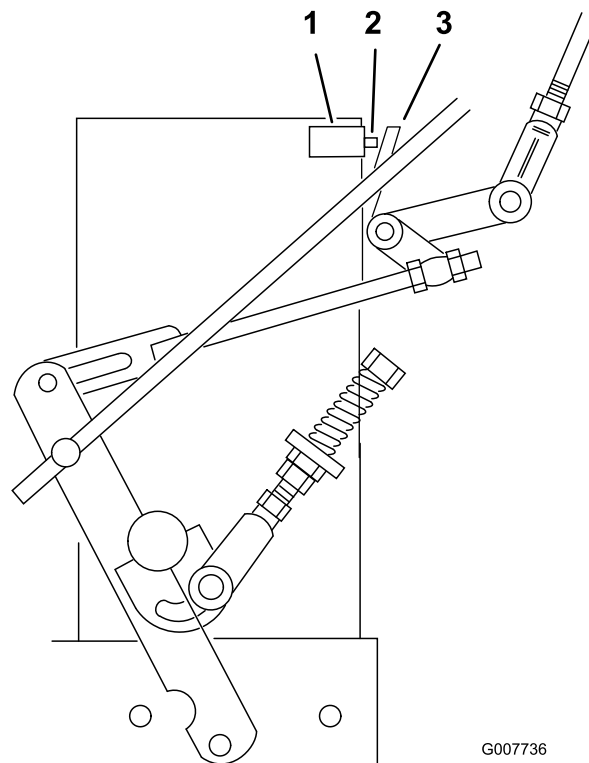

Bild 30
7. Stellen Sie sicher, dass der Sicherheitsschalter eingedrückt ist und ein Abstand von 8 mm zwischen der Auslösernase und dem Schalter besteht. (Bild 30).
8. Ändern Sie ggf. die Schalterposition, um einen Abstand von 8 mm zu erhalten (Bild 30).